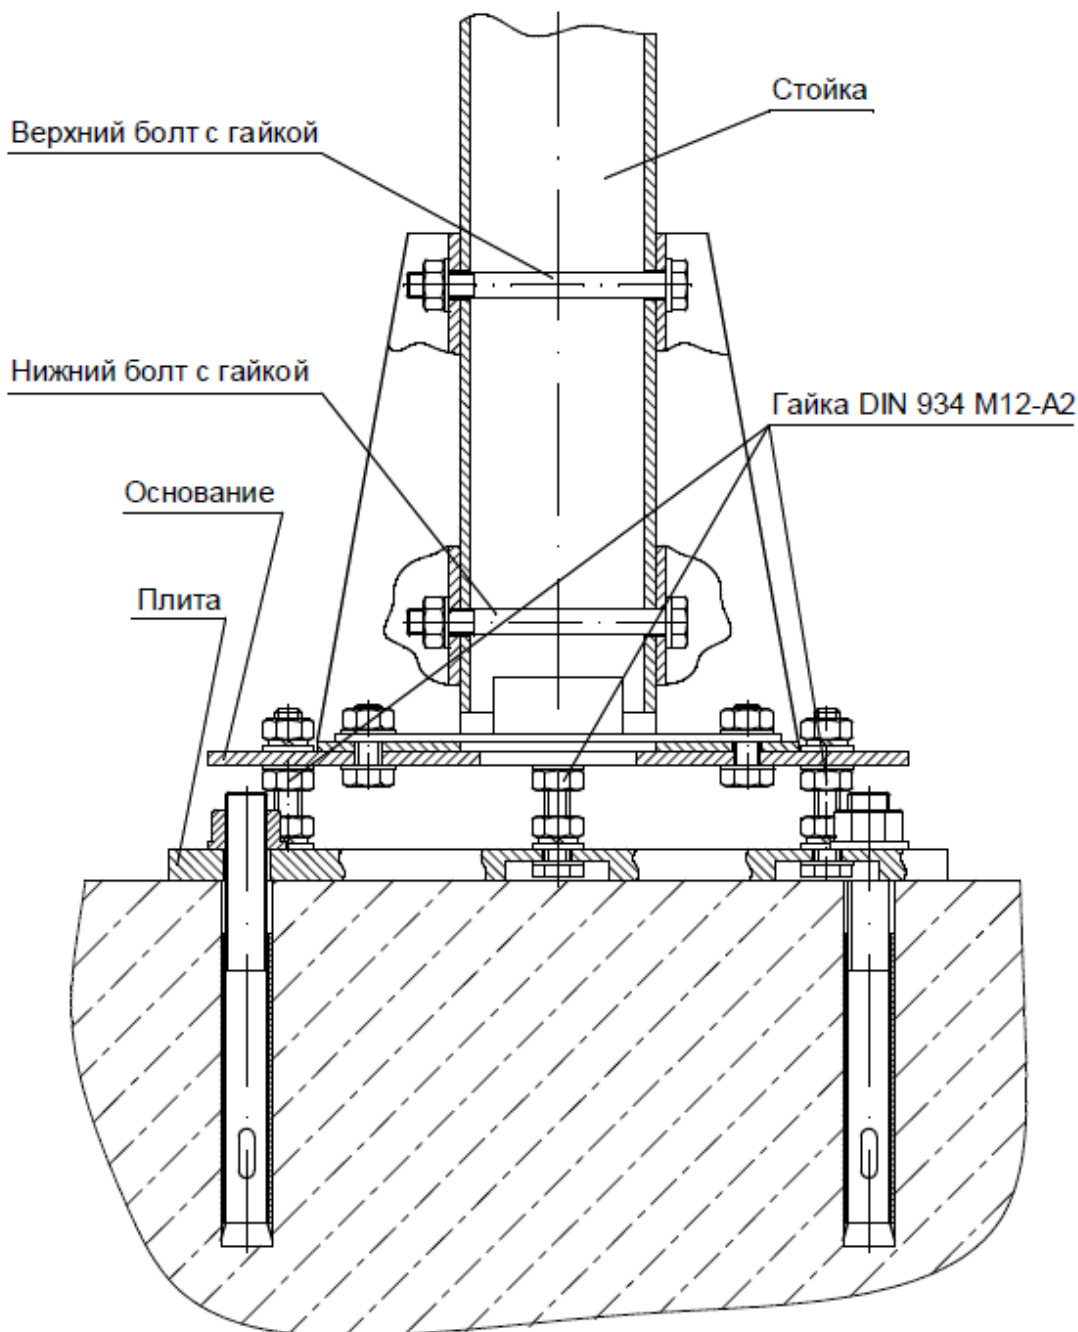

Рисунок 2.7 – Монтаж стойки
Вертикальное положение стойки прибора отрегулировать с помощью гаек DIN 934 M12-A2 из комплекта монтажного стойки (см. рисунок 2.7). Рекомендуется использовать строительный уровень или отвес. Закрепить прибор, используя шайбы, шайбы DIN 127 В 12-A2, гайки DIN 934 M12-A2 из комплекта монтажного
- поддерживая стойку, отвернуть нижнюю гайку и вынуть нижний болт, соединяющие основание со стойкой. Гайку верхнего болта ослабить на 0,5 – 1 оборот (см. рисунок 2.7);
Монтаж основания стойки промежуточной на фундаменте осуществляется аналогично монтажу стойки на фундаменте (см. рисунок 2.7).